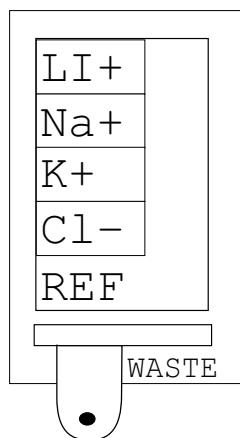

Ilustración 93 Orden de colocación de los diferentes electrodos
7. Para colocar los electrodos de nuevo, presione el botón amarillo hacia abajo e inserte primero el electrodo de referencia y luego el resto de electrodos siguiendo el orden de la Ilustración 93.